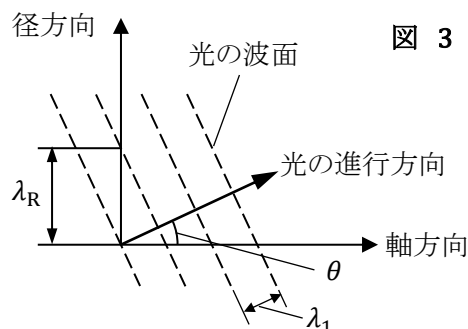

図 3
コアの軸を含む平面内を進む光を考える。図3のように、コア中の光の波長を λ_1 とし、光の進行方向とコアの軸方向のなす角度を θ とする。このとき、径方向の波面間の距離を λ_R とすると、 $\lambda_R =$ となり、したがって、径方向には波長が λ_R の波が生じているとみなせる。
(3) (き) 図 3 より，半径方向の波面間距離 λ_R は， $\lambda_R = \boxed{\frac{\lambda_1}{\sin \theta}}$ となる。